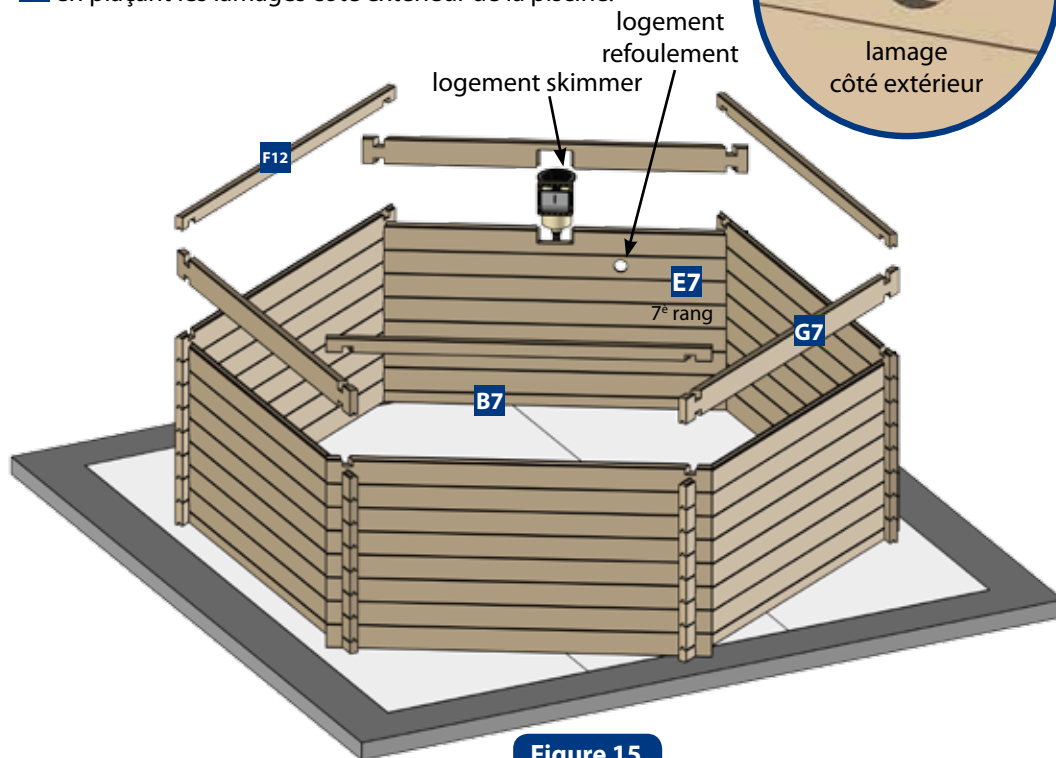

Figure 15
- Placez les madriers spécifiques au skimmer face aux vents dominants. Les madriers **C7** et **D7** se positionnent toujours sur un pan commençant par un madrier **B7** (figure 15).